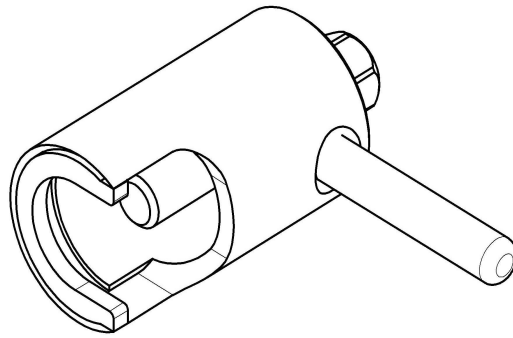

Рис.25 Съемник крыльчатки.
- снять крыльчатку при помощи специального съемника (см. рис.25);